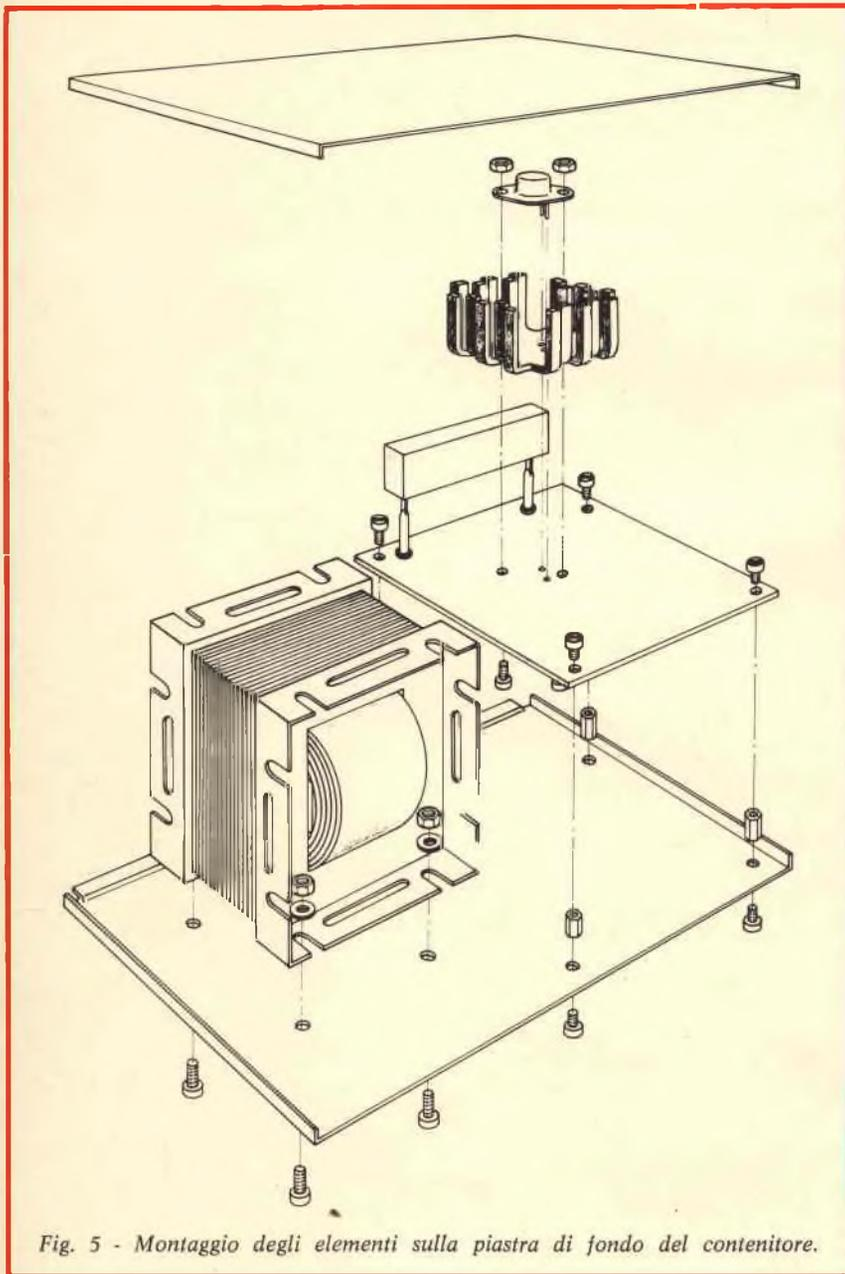

Fig. 5 - Montaggio degli elementi sulla piastra di fondo del contenitore.
- Montare il dissipatore 4 (fig. 5) ed il diodo controllato SCR TUA 008 per mezzo delle due viti con dado 6. Stringere i dadi e saldare i terminali, tagliandoli a 2 mm dal piano del rame.